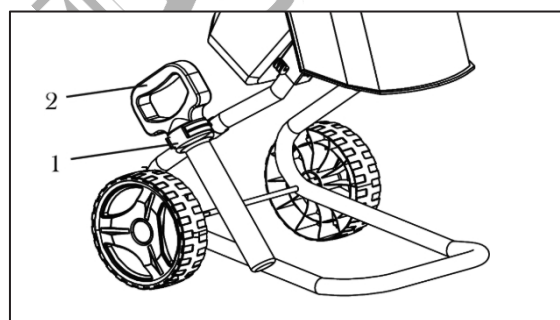

Rys. 1
1. Przełóż oś koła (rys. 1 - 1) przez dolne otwory stojaka.
1. Włóż dwa końce zespołu podstawy do dolnej części obudowy niszczarki (Rys. 1 - 2).
2. Wyrównaj otwory i przykręć dwie śruby po obu stronach podstawy (Rys. 1 - 3).